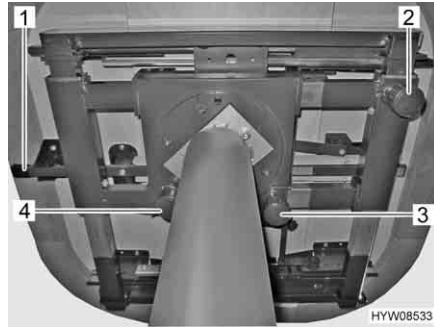
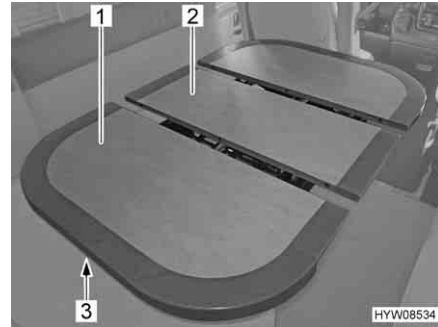

Fig. 73 Opzioni di regolazione sul tavolo
Fig. 74 Allungamento del tavolo
- Premere il tasto (Fig. 73,3) verso il basso e tenerlo in posizione.
- Premere il tasto (Fig. 73,2) verso il basso e tenerlo in posizione.
- Tirare il tasto (Fig. 73,4) del bloccaggio verso il basso.
- Spingere lo sbloccaggio (Fig. 73,1 e Fig. 74,3) verso l'alto.
- Tirare il piano del tavolo (Fig. 74,1), finché l'inserto centrale (Fig. 74,2) non arriva in alto e all'altezza del piano del tavolo.
- Premere lo sbloccaggio (Fig. 74,3) verso l'alto.
- Tirare il piano del tavolo (Fig. 74,1), finché l'inserto centrale (Fig. 74,2) non si libera.